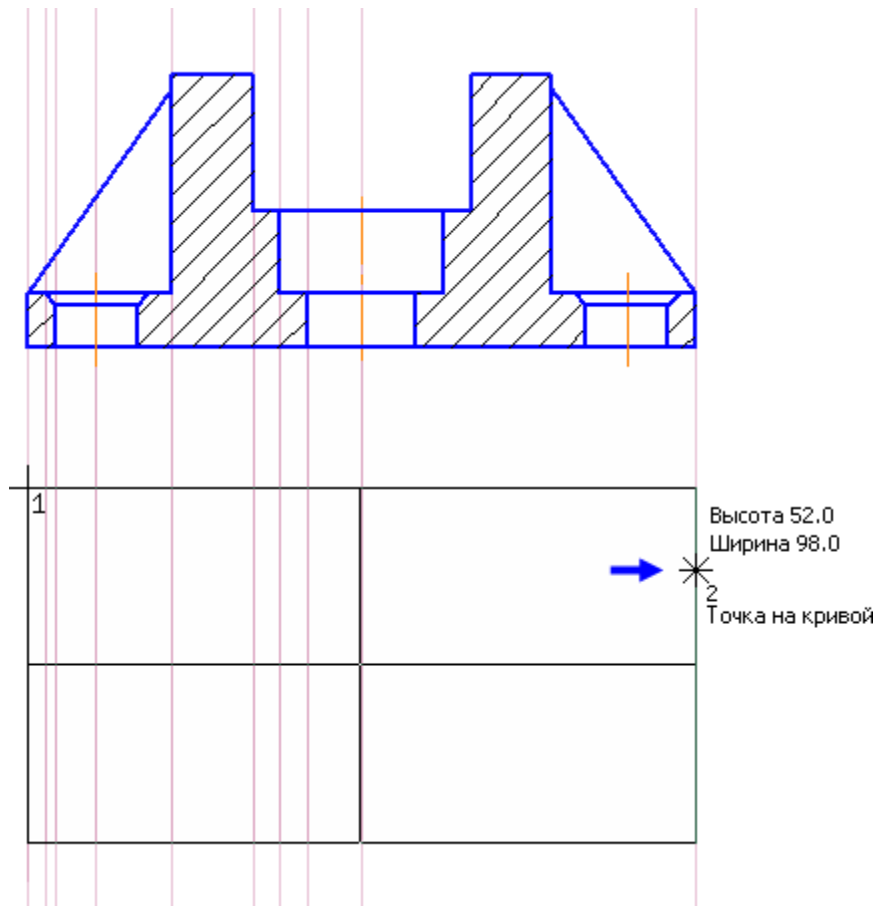

Рисунок 37
- Ширину прямоугольника можно задать с помощью мыши. Перемещайте курсор вправо до крайней правой вспомогательной прямой. После срабатывания привязки Точка на кривой зафиксируйте точку щелчком мыши (рис. 37).